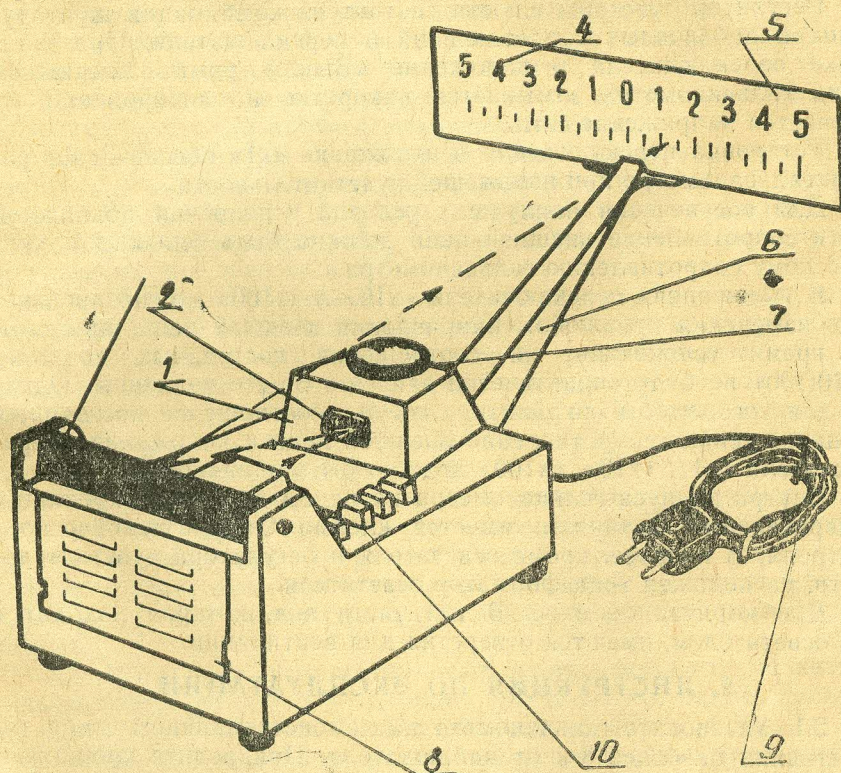

Рис. 1 Внешний вид гальванометра
Измерительный механизм закреплен в специальном гнезде и закрыт литой металлической крышкой 1 (рис. 1).
Ход светового луча на рис. 1 обозначен штриховой линией. Наружное зеркало может поворачиваться вокруг оси, что обеспечивает регулировку положения светового указателя на шкале в вертикальном направлении.
2.1. Установите гальванометр на демонстрационном столе, на расстоянии не более 8 м от наблюдателя. Прикрепите кронштейн к корпусу гальванометра винтами. Установите на кронштейне циферблат так, чтобы выбранная шкала была обращена к лучу света, отраженному от наружного зеркала (рис. 1).